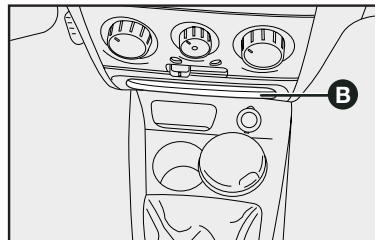

fig. 80
- na parte central do painel **B-fig. 80**;